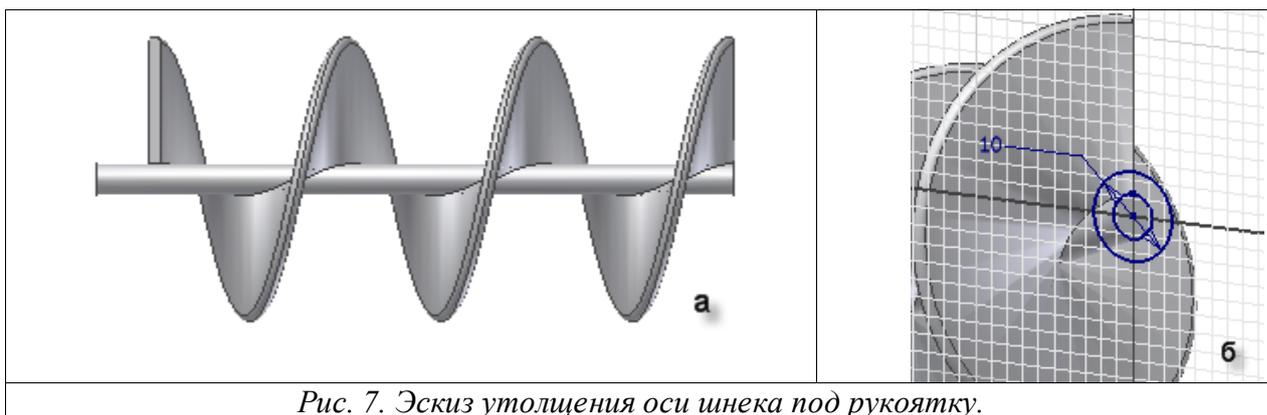

Рис. 7. Эскиз утолщения оси шнека под рукоятку.
6. Нажмите **Ok** для завершения операции. В результате этого в центре спирали появится сердечник (рис. 7 а).
1. Нажмите кнопку **Look At**  на панели инструментов и укажите на правый торец только что полученного цилиндра (рис. 7 б), при необходимости воспользуйтесь командой **Rotate** (повернуть) .